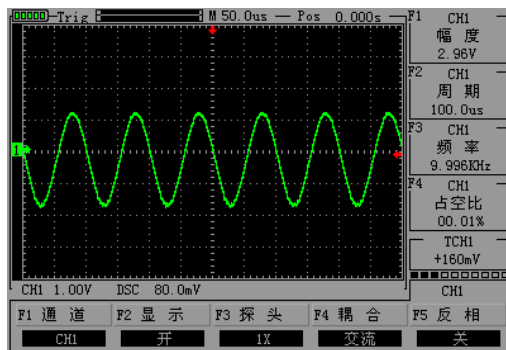

图 2-5 耦合交流
- 按下“CH1” → “F4”选择设置到直流。交流和直流分量都被允许通过。波形显示如图 2-5 所示。